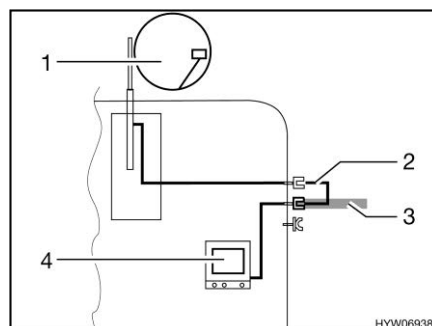

Fig. 199 TV nel veicolo
- TV nel veicolo (Fig. 199,4): Collegamento all'antenna del tetto (Fig. 199,1) con cavo di collegamento (Fig. 199,2)
- TV nel veicolo (Fig. 199,4): Collegamento a antenna esterna (Fig. 199,3)